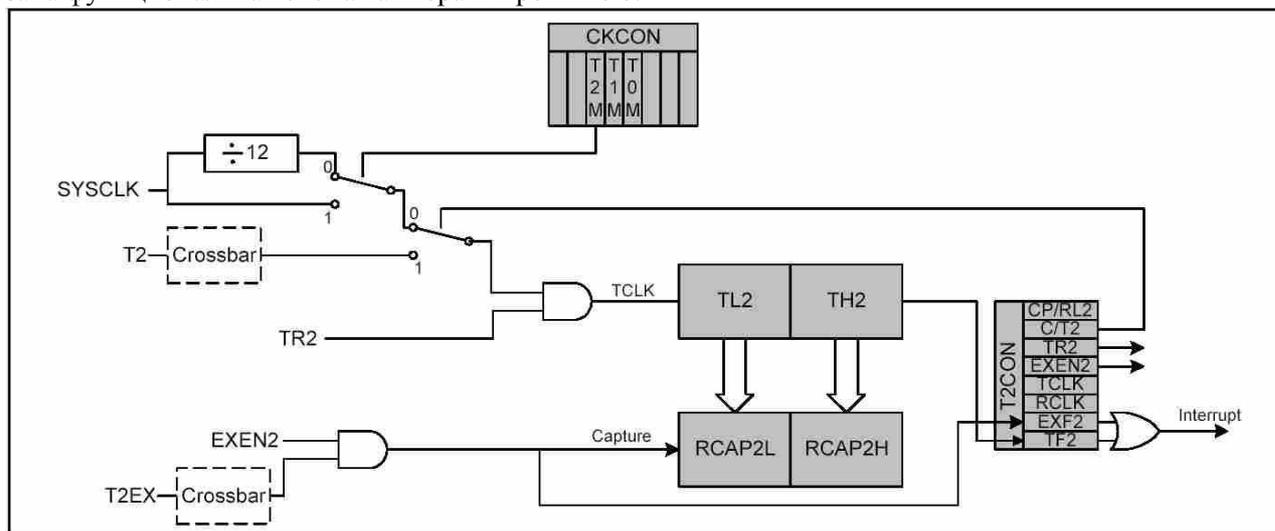

Рис.2.27. Функциональная схема таймера 2 в режиме 0
**Режим 0: 16-битного таймера/счетчика с захватом.** При приходе заднего фронта импульса (перепада из верхнего логического уровня в нижний) на внешний вход T2EX, значение из счетных регистров (TH2 и TL2) перезаписывается в регистры захвата (RCAP2H и RCAP2L). Таймер 2 может использовать для счета системную тактовую частоту, тактовую частоту деленную на 12, а также внешние импульсы (по заднему фронту) на входе T2. Обнуление бита C/T2 (T2CON.1) означает использование для счета системных тактовых импульсов, деленных на 1 или на 12, в зависимости от состояния бита T2M регистра CKCON. Если бит C/T2 (T2CON.1) установлен, используются импульсы с внешнего входа T2. При переполнении регистров устанавливается флаг TF2 (T2CON.7) и может быть сгенерировано прерывание, если оно разрешено. Режим 16-битного таймера/счетчика с захватом задается установкой битов CP/RL2 (T2CON.0), TR2 (T2CON.2) и EXEN2 (T2CON.3). Если бит EXEN2 (T2CON.3) не установлен (равен 0), импульсы входа T2EX игнорируются. На рис.2.27. показана функциональная схема таймера 2 в режиме 0.